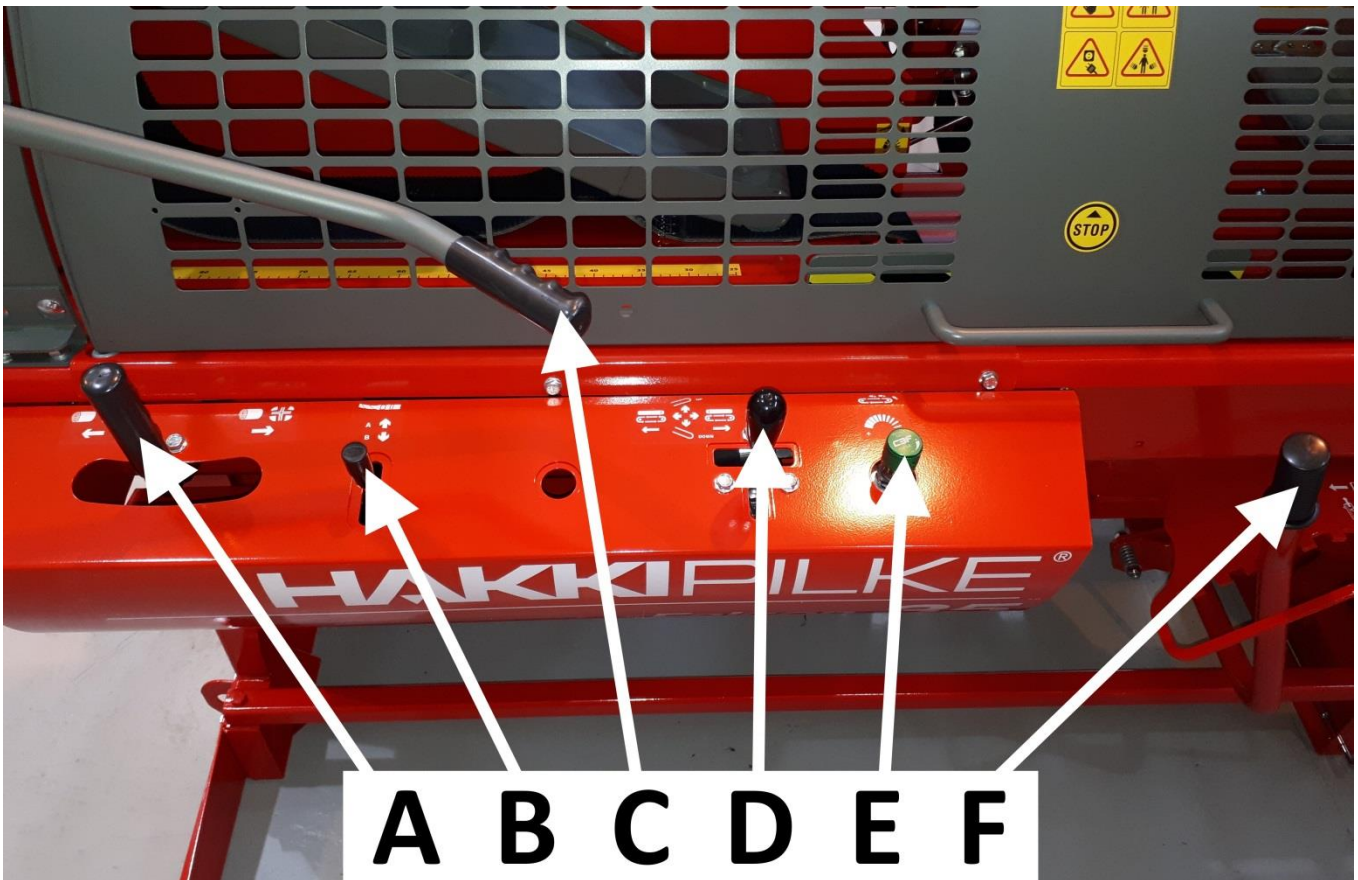

Abb. 11
Schließen Sie die Zusatzhydraulik (HakkiLift Holzheber oder HakkiFeed Stammtischseparierer) durch Anschließen der Hydraulikschläuche an die Schnellkupplungen **A** (rot) und **B** (schwarz) (Abb. 9). Die Schnellanschlüsse werden mit Steuerehebel **B** (Abb. 11) verwendet.
Die zusätzlichen Zuführrollen und HakkiFeed-Stammtische können mit dem Zuführförderer der Maschinen-Serie verbunden werden. Dadurch werden die Zuführrollen automatisch mit dem Zuführband synchronisiert, wenn Holz mit Hebel **D** eingeführt wird (Abb. 11)
Name und Funktion der Steuergeräte (Abb. 11):
6. Starten Sie die Spaltbewegung der Maschine, indem Sie das Sägeschwert vollständig in die untere Position absenken und es mit Hebel D wieder anheben (Abb. 11). Die Spaltbewegung muss normal verlaufen. Die Spaltbewegung kann auch gestartet werden, indem Hebel A zum rechten Rand gezogen wird (Abb. 11).
- a. Führen Sie ohne Holz mit Hebel D einige Sägebewegungen durch (Abb. 11).
8. Stellen Sie sicher, dass sich die Sägekette dreht, wenn Sie das Sägeschwert mit Hebel D ca. 2 cm absenken (Abb. 11).
10. Stellen Sie sicher, dass der Spaltzylinder in seine Anfangsstellung zurückkehrt (während der Spaltbewegung) und auch, wenn Griff A (Abb. 11) nach links gedrückt wird.
11. Führen Sie einen Testlauf der Speise- und Rückföhrbewegung des Zuföhrbandes durch, indem Sie Hebel D (Abb. 11) nach rechts vorn (das Band dreht sich nach rechts) und nach links vorn (das Band dreht sich nach links) dröcken.
12. Sie starten den Ausstoßföhrer, indem Sie mit Regler F die passende Geschwindigkeit einstellen (Abb. 11)
Mit dem Band des Zuföhrbandes wird das zu bearbeitende Holz der Maschine zugeföhrt. Das Holz wird der Maschine an Punkt 3.1 mit dem Steuerhebel D (Abb. 11) zugeföhrt.
2. Föhren Sie das Holz mit dem Zuföhrband in den Sägebereich ein, indem Sie den in Kapitel 3.1 (Abb. 11) beschriebenen Hebel D nach rechts vorne dröcken. Die Speisung kann unterbrochen werden, indem Hebel D nach links vorne gedröckt wird.
3. Wenn das Holz zum Sägen im mechanischen Messgerät anhält, verriegeln Sie das Holz mit dem Holznie derhalter, indem Sie den Griff C des Niederhalters nach unten dröcken (Abb. 11).
4. Sägen Sie das Holz, indem Sie Hebel D nach hinten ziehen, hierdurch startet die Sägekette und das Sägenschwert wird nach unten gedröckt (Abb. 11).
5. Föhren Sie das Sägenschwert zurück in die obere Position, indem Sie Hebel D nach vorne dröcken (Abb. 11), **hierdurch startet die Spaltung automatisch.**
Beim Sägen muss das vorletzte Stück so abgesägt werden, dass das letzte Holzstück noch ausreichend lang ist. Dann ist der Stamm unter dem Holzhalter festgeklemmt und das Sägen ist stabil und sicher. Das letzte Stück Holz wird direkt in die Spaltung überführt und die Spaltung mit dem Steuerhebel A oder mit Hebel D gestartet (Abb. 11).
Der Spaltzylinder der Maschine führt immer automatisch die Spaltbewegung aus, wenn das Sägeschwert mit Hebel D (Abb. 11) vollkommen in die unterste Stellung abgesenkt und wieder zurück in die obere Stellung angehoben wird. Das heißt, die Spaltung startet automatisch, wenn das Holz nach dem Sägen in den Spaltkanal gefallen ist und der Sägeflansch wieder nach oben gehoben wurde.
Außerdem kann die Spaltung mit Steuerhebel A gestartet werden (Abb. 11), indem der Hebel schnell an den rechten Rand gezogen wird. Diese Eigenschaft sollte z.B. dann verwendet werden, wenn das letzte zu spaltende Holz im Spaltkanal liegt, so muss der Nutzer nicht umsonst den Sägeflansch in der unteren Position verwenden, sondern die Spaltung kann schneller mit diesem Hebel gestartet werden.
Die Spaltbewegung der Maschine kann unterbrochen werden, indem Steuerhebel A an den linken Rand gezogen wird (Abb. 11). **Die Maschine stoppt auch, wenn die Schutzvorrichtung angehoben wird.**
4. Starten Sie die Spaltung mit Hebel A (Abb. 11)
Im Hakki Pilke Falcon -Säge-Spalt-Automaten wird das Band des Ausstoßförderers mit einem Hydraulikmotor angetrieben. Sie können die Rotationsgeschwindigkeit des Bandes mit Regler E (Abb. 11). Die optimale Drehgeschwindigkeit des selbstreinigenden Abföhrbandes muss durch Ausprobieren gefunden werden, also wenn das Holz gerade noch über die Trennplatte fliegt. Der Trennplattenabstand kann mit den auf Abb. 25 dargestellten Einstellschrauben B eingestellt werden.